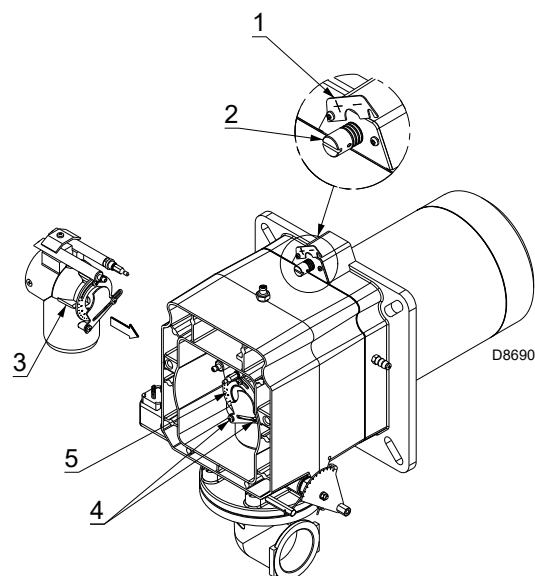

Abb. 16
- Drehen Sie die Schraube 2)(Abb. 16), bis die gefundene Kerbe mit der Vorderfläche 1) des Flansches übereinstimmt.
Um die Einstellung zu erleichtern, lösen Sie die Schraube 3)(Abb. 16); führen Sie die Einstellung durch und drehen Sie dann die Schraube wieder fest.
- Lockern Sie die Schrauben 4) und drehen Sie die Nutmutter 5)(Abb. 16) bis die gefundene Kerbe mit dem Index 3) übereinstimmt;